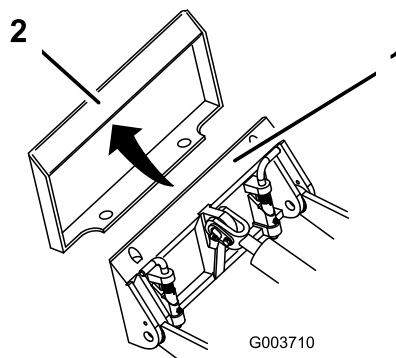

Figure 13
4. Placez la plaque de montage dans le bord supérieur de la plaque réceptrice de l'accessoire (Figure 13).